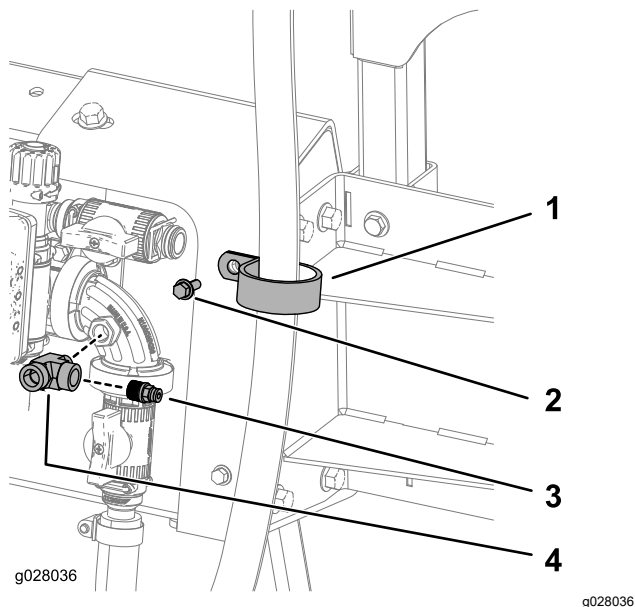

图 37
1. 如图 37 中所示使用 R 形夹、螺栓 $\frac{1}{4}$ 英寸 - 20 x $\frac{3}{4}$ 英寸和螺母 $\frac{1}{4}$ 英寸 - 20 将软管 180cm 固定到上支架上。
2. 在 T 形接头的螺纹上施用聚四氟乙烯密封材料并将 T 形接头连接至控制阀 图 37。
3. 在连接器的螺纹上施用聚四氟乙烯密封材料并将连接器连接至 T 形接头 图 37。